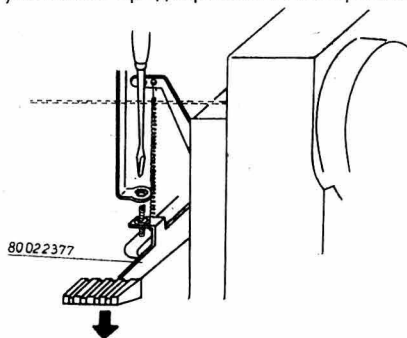

рис. 11
- Юстировать на шпильке при нажатой вниз кнопке-стопоре (рис. 11).